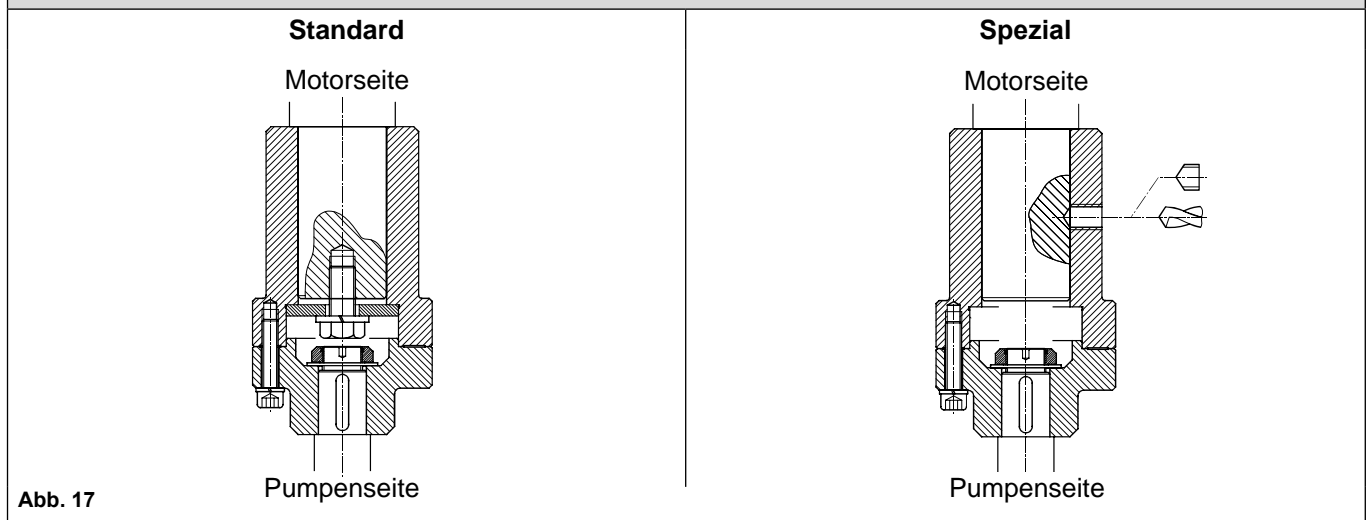

Abb. 17
- Die sechs Schrauben mit den Beilagscheiben erneut anbringen (**Abb. 17**).
Sollte der Motor mit einem äquivalenten ausgetauscht werden, der jedoch nicht über Aussparung und Schrauben auf der Motorwelle verfügt, empfiehlt es sich eine Anbringung über einen zurechtgeschnittenen Stift mit der Welle entsprechenden Maßen zu verwenden (**Abb. 17**).